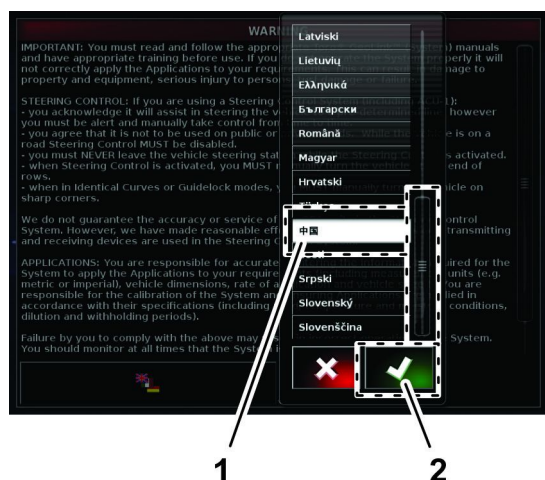

Figura 16
2. Na caixa de diálogo “seleção de idioma”, navegue até o idioma desejado, selecione-o na lista e pressione o ícone SIM (Figura 16).